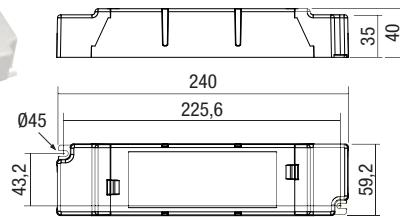

Fig. 2 - Comando con pulsante non isolato
- 2 - Pulsante NA non selv (riferito sulla rete - Fig. 2)
- 2 - Non SELV NA push-button (referred to on mains - Fig. 2)